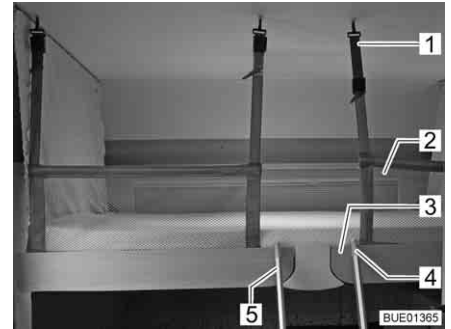

Bild 116 Höjbar säng med uppspänt skyddsnet
Skyddsnetet (Bild 116,2) med säkerhetsremmarna befinner sig under madrassen i den höjbara sängen. Skyddsnetet ska först monteras när personerna som ska sova där befinner sig på den höjbara sängen.
- Haka fast säkerhetsremmarna (Bild 116,1) i krokarna i taket.
Använd endast den medföljande stegen (Bild 116,5) för att komma upp i den höjbara sängen.
- Haka in stegens (Bild 116,5) två byglar (Bild 116,4) på den höjbara sängens list (Bild 116,3).
- Lossa stegen (Bild 116,5) från den höjbara sängens list (Bild 116,3).